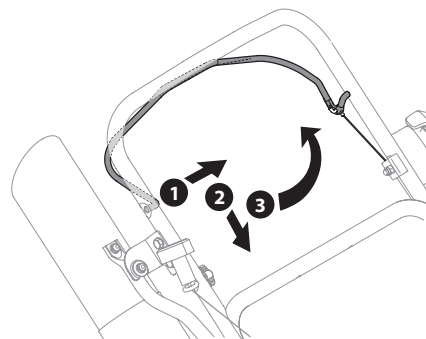

Figura 18
1. Empuje el lado derecho del control hacia afuera del orificio del lado derecho en la manija superior. Vea 1 en la Figura 18.
2. Gire el control hacia abajo, hacia la manija inferior. Vea 2 en la Figura 18.
3. Gire hacia arriba para retirarlo del orificio izquierdo de la manija superior. Vea la 3 en la Figura 18.